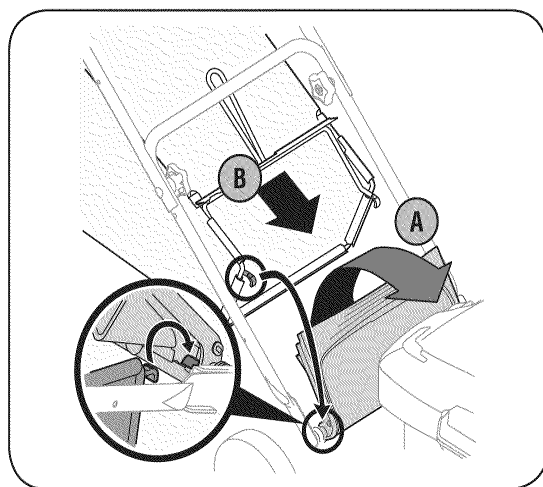

РИС. 6
- B. Расположите травосборник в пазах на кронштейнах рукоятки, как показано на Рис. 6. Опустите дверцу выгрузки.